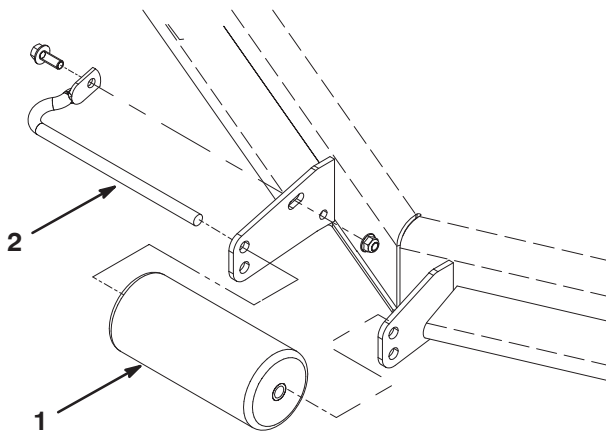

Figure 11
1. Retirez la vis et l'écrou qui fixent l'axe de rouleau au support du plateau (Fig. 11).